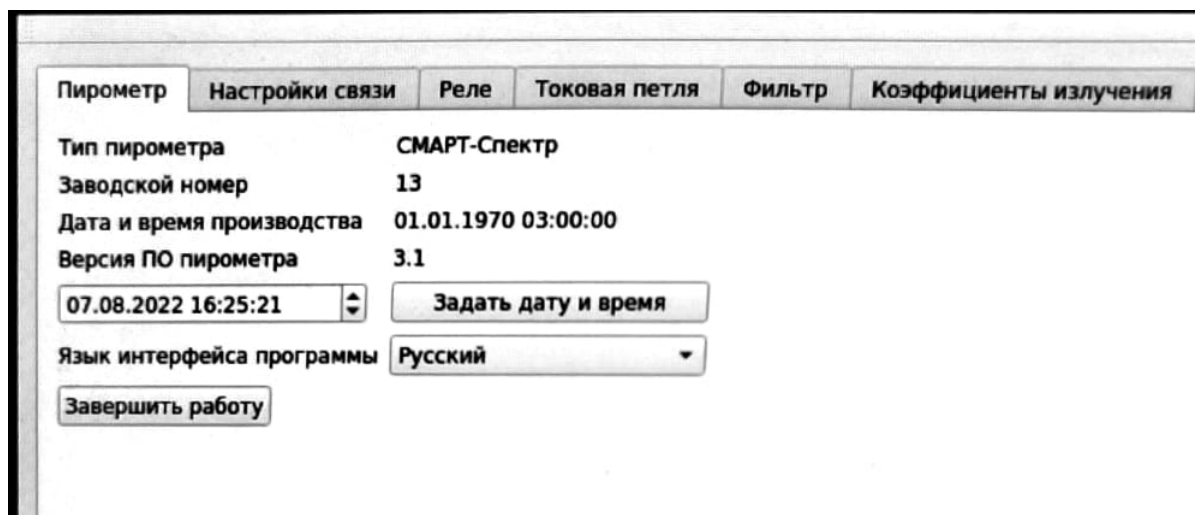

Рисунок 12 Вкладка «Пирометр» - программы Кельвин Смарт R-Pi
8.1.1 Заводские данные по пирометру (см.Рисунок 12)
8.1.2 Изменение настроек даты и времени (см.Рисунок 12)
8.1.3 Изменение языка интерфейса программы R-Pi (см.Рисунок 12)
8.1.4 Выключение программы R-Pi (см.Рисунок 12)